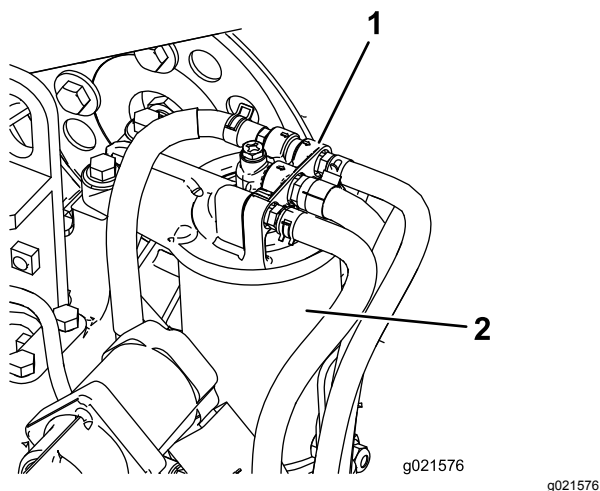

図 76
1. 燃料フィルタのヘッドの周囲をきれいに拭く図 76。
2. フィルタを外してフィルタヘッドの取り付け部をきれいに拭く図 76。